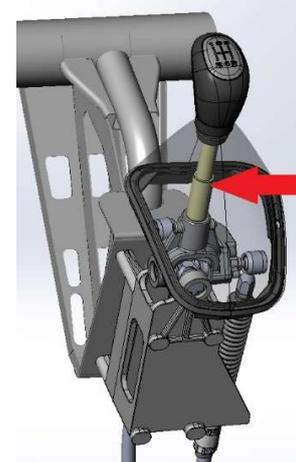
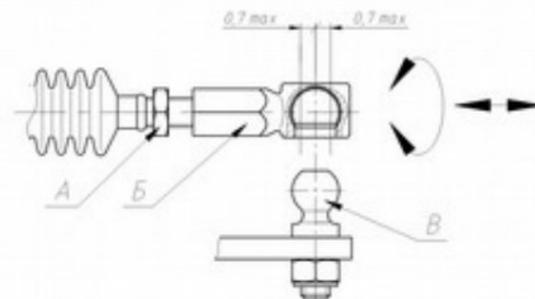

Рис. 16
Рис. 17
1.4.6	<p>Предварительно установить рычаг ПП в нейтральное положение (Рис. 16).</p> <p>Допускается применение технологических приспособлений, обеспечивающих неподвижность рычага ПП в нейтральном положении.</p> <p>После фиксации корпуса троса в кронштейне, проверить совпадение осей наконечника троса Б (Рис. 17) и сферического пальца В. Положение наконечника при проверке определяется как средняя точка между двумя крайними положениями свободного хода (люфта) троса. (наконечник троса включения навинчиваются на 4 – 5 оборотов).</p> <p>Отклонение осей не должно превышать 0,7мм в каждую сторону (1/2 витка наконечника).</p> <p>При необходимости, провести регулировку наконечника Б при ослабленной контргайке А.</p>